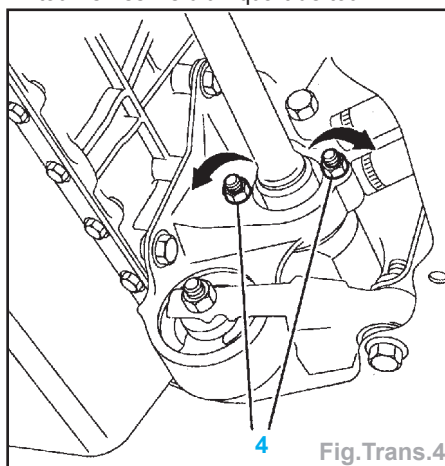
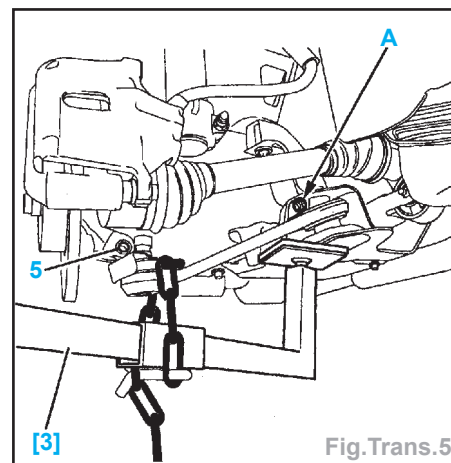

Fig.Trans.4
Fig.Trans.5
- dévisser les écrous (4) (au maximum) (Fig.Trans.4),
- Déposer la vis (5) (Fig.Trans. 5).
- Reposer (Fig.Trans.5) :
- la vis (5) (couple de serrage : 4 daN.m).
- Côté droit (Fig.Trans.4) :
- préserrer un écrou de palier (4) à : 0,5 daN.m (MA et AL4), 0,7 daN.m (BE).
- serrer l'autre écrou de palier (4) à : 1 daN.m (MA et AL4), 1,35 daN.m (BE).
- compléter le serrage du premier écrou à : 1 daN.m (MA et AL4), 1,35 daN.m (BE).